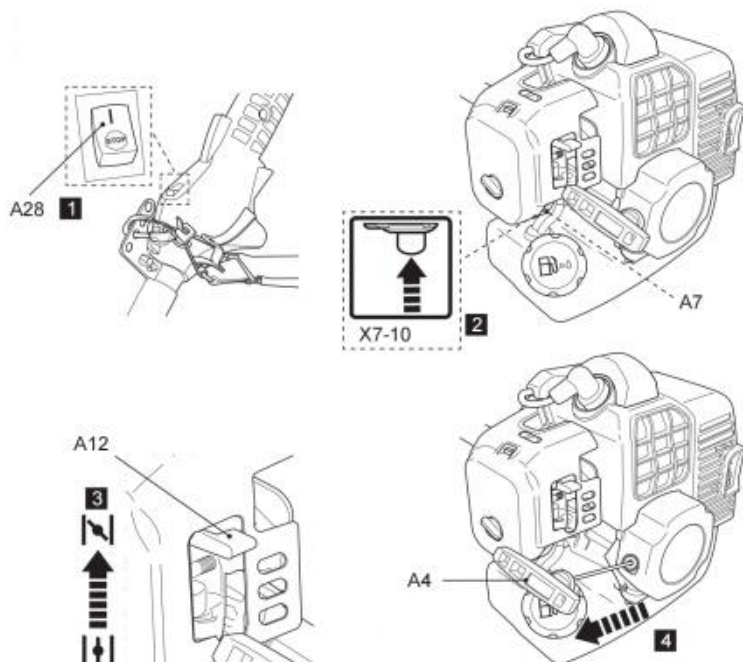

Fig. 38
5. Tenere il prodotto stabile e tirare lentamente la maniglia dell'avviamento a strappo (A4) finché non si avverte resistenza, quindi tirarla rapidamente. Spostare leggermente lo starter verso il basso in posizione centrale se il motore non si avvia dopo aver provato fino a 8 volte. Ripetete l'operazione fino all'avvio del motore (Fig. 38).